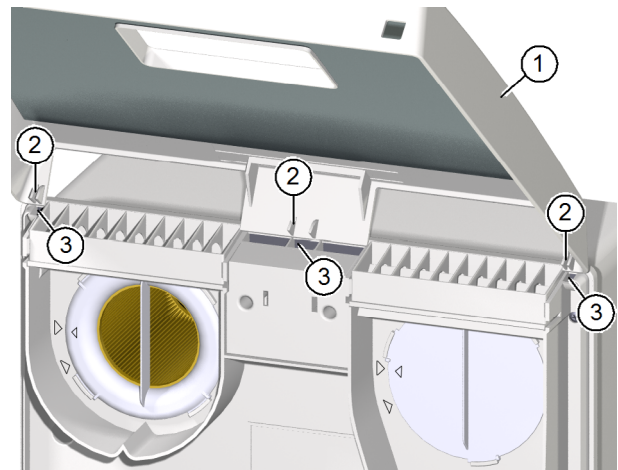

Abb. 20: Deckel auf Lüftungsgerät aufsetzen
- ▶ Fassen Sie den Deckel (Pos. 1 in Abb. 20) des Lüftungsgeräts mit beiden Händen und neigen Sie die Oberkante des Deckels in Richtung Lüftungsgerät.
- ▶ Setzen Sie die Nasen (Pos. 2 in Abb. 20) des Deckels in die Öffnungen (Pos. 3 in Abb. 20) an der Oberseite des Lüftungsgeräts ein.